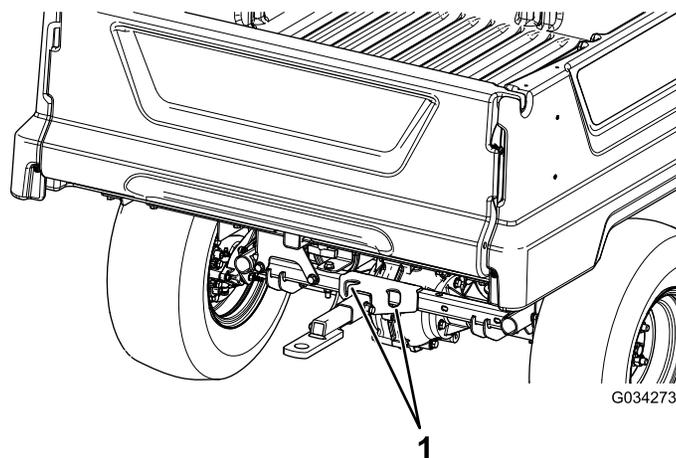
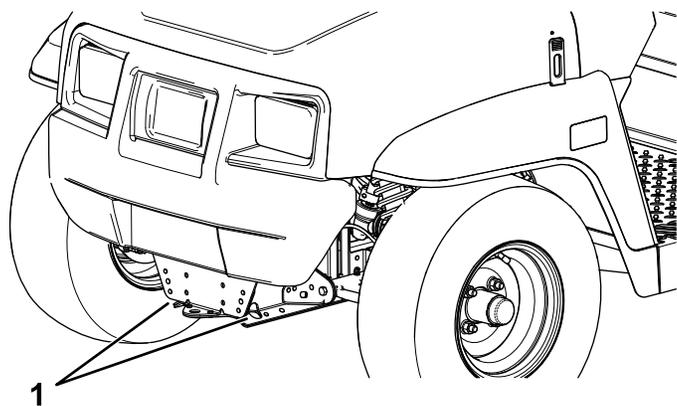

図 20
図 19
ロープがけポイントについては図 19 と 図 20 を参照してください。
- 機体前部にある牽引トングにロープなどの牽引索を取り付ける 図 19。